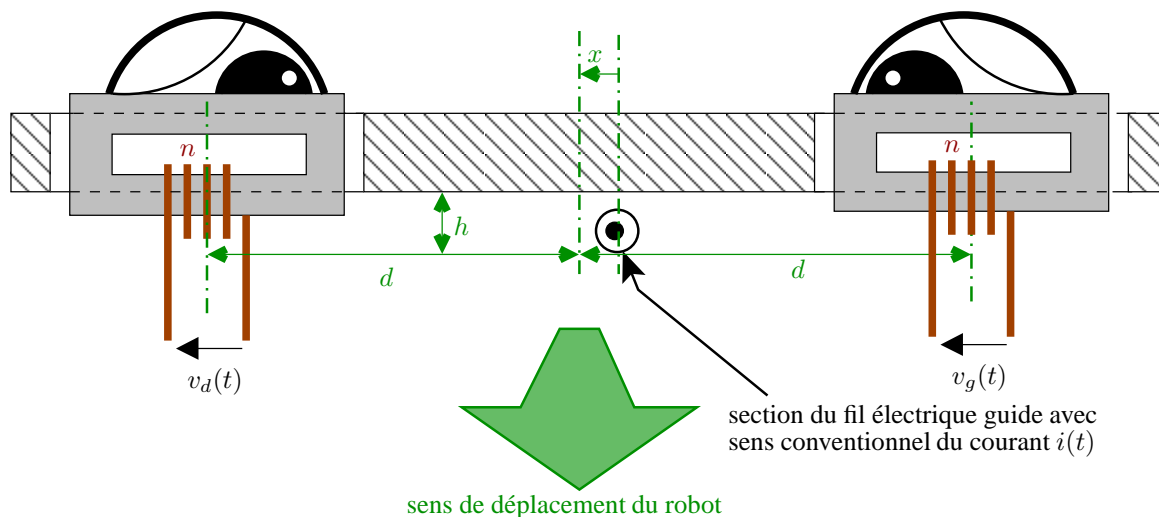

FIGURE 2.2 – Capteurs comportant deux bobines à noyaux de ferrite
Contrairement à ce qu'indique la figure 2.2, ce robot n'a pas d'œil. Il dispose en revanche de deux solénoïdes qui sont disposés sur le même axe à l'avant dudit robot. Cet axe « frôle » le fil électrique guide à une distance h . Le principe est simple. Le courant électrique parcourant le fil guide induit une excitation magnétique dans les deux bobines (un peu plus dans celle qui est la plus près du fil).
6. Si le robot est correctement asservi, le centre du capteur reste à proximité du fil, de sorte que $|x|$ est toujours faible devant d (voir figure 2.2). Prendre en compte cette approximation pour montrer que V est alors linéaire par rapport à x .